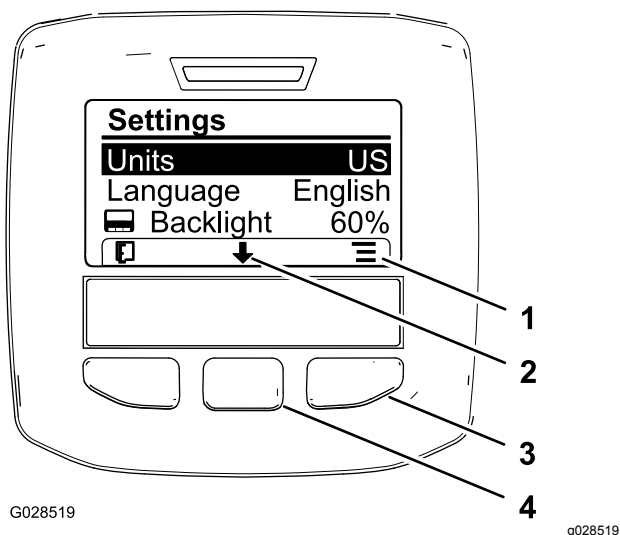

Bild 21
2. Drücken Sie zum Ändern der Maßeinheit die rechte Auswahl taste, um die aufgeführte Maßeinheit zu ändern (Bild 21).
- Drücken Sie die mittlere Auswahltaste (die Taste unter dem nach unten zeigenden Symbol auf dem Display), um die für das Display verwendete Sprache zu ändern, und die ausgewählte Option auf „Sprache“ zu verschieben (Bild 21).
- Wenn Sie die rechte Auswahltaste (die Taste unter dem Listensymbol auf dem Display) drücken, wird die aufgeführte Sprache, die für das Display verwendet wird, markiert (Bild 21).
- Drücken Sie die linke Auswahltaste, um den Homebildschirm anzuzeigen (Bild 21).